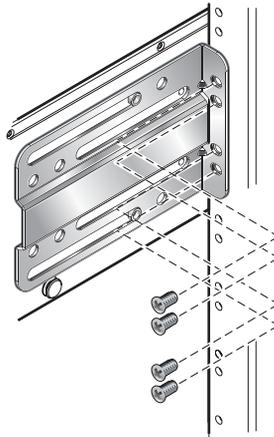

FIGURE 12-18 Retrait des supports avant de l'armoire
2. Retirez les supports avant de l'armoire (FIGURE 12-18).